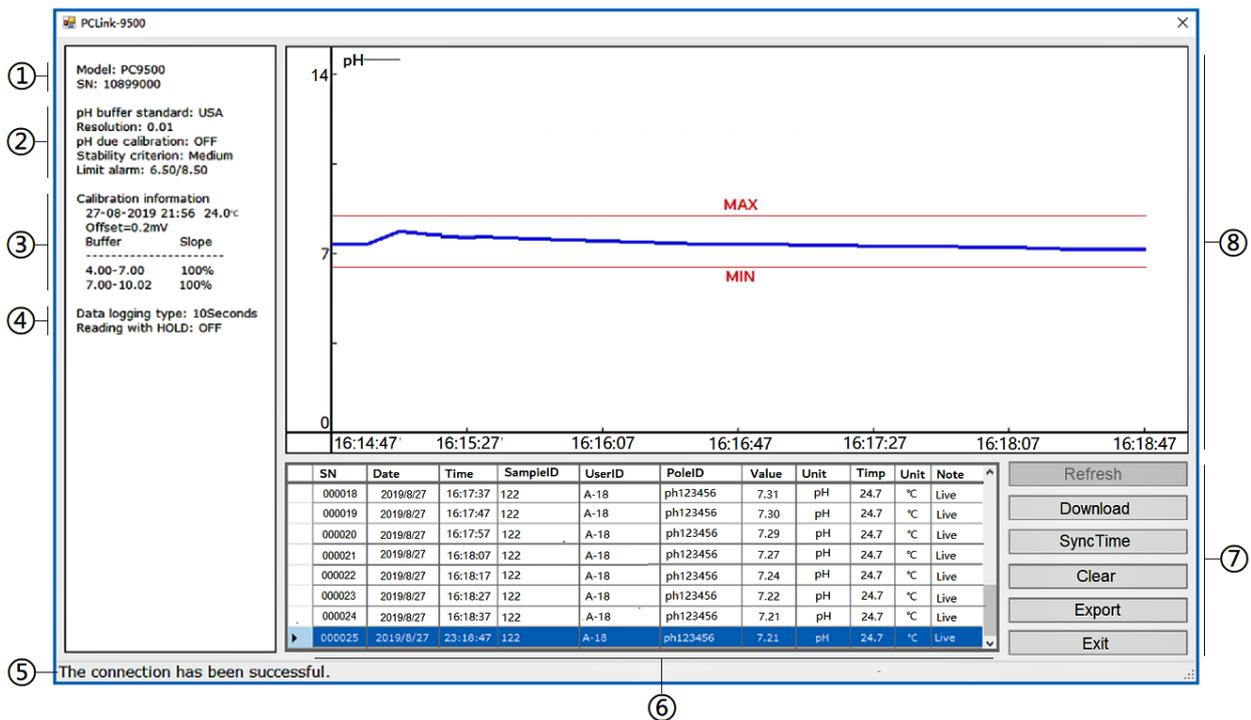

Abbildung 28
- b) Wenn manueller Datenlogger ausgewählt ist, drücken Sie . Die Daten werden auf den Computer hochgeladen. Wenn der automatische Zeitdatenlogger ausgewählt ist, drücken Sie . Die Daten werden zu dem von Ihnen festgelegten Zeitpunkt auf den Computer hochgeladen. Alle auf den Computer hochgeladenen Daten werden nicht im Messgerät gespeichert. Der Auto-Timing-Datenlogger generiert eine Messkurve in der PC-Link-Software (siehe Abbildung 28).